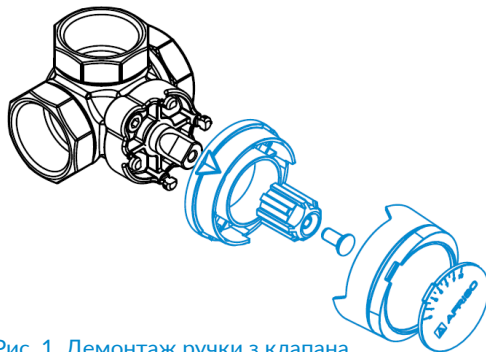

Рис. 1. Демонтаж ручки з клапана
1. Зніміть невикористовувані елементи ручки клапана (Рис. 1).